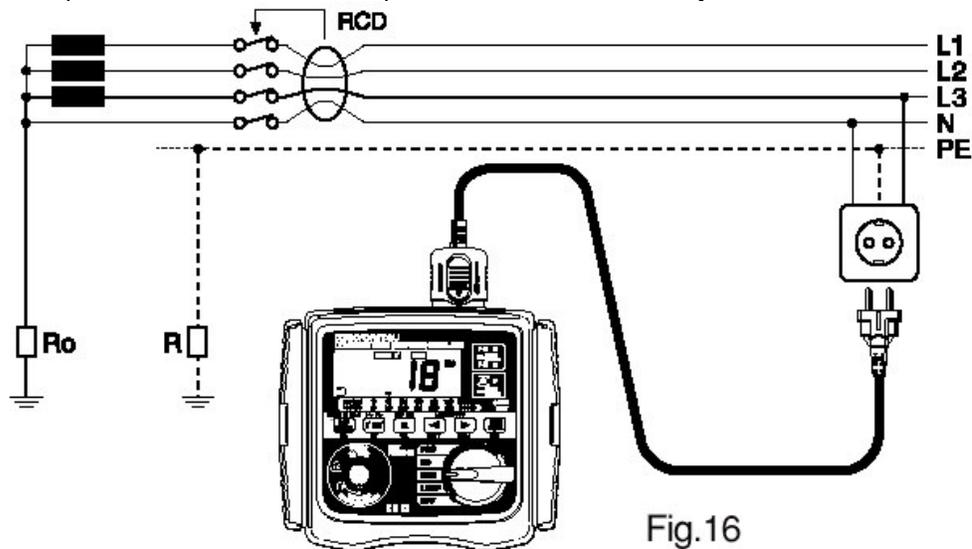

Fig.16
- (2) Connectez le cordon à l'objet à tester.(Fig.16,17)
- (3) Vérifiez si les diodes P-E et P-N sont allumées et que la diode de mauvais câblage est éteinte. Si tel n'est pas le cas, déconnectez le testeur et vérifiez le câblage.
Dans la fig.16, où la mise à la terre est incomplète et où R existe, la tension se présente à R si le courant de défaut passe à travers R. Une personne peut entrer en contact avec cette tension; la tension est dénommée tension de contact (U_c). Lors d'un test U_c , la valeur U_c est calculée lorsque celle-ci atteint son maximum.
- (3) Vérifiez si les diodes P-E et P-N sont allumées et la diode de mauvais câblage éteinte. Si tel n'est pas le cas, déconnectez le testeur et vérifiez le câblage.